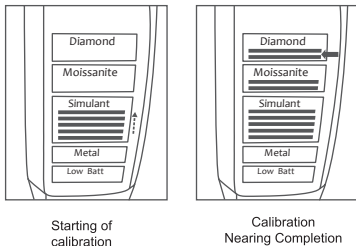

Fig. 1.14
7. Durante la calibrazione, le spie luminose “Simulant” (Falso), Moissanite e “Diamond” (Diamante) si illumineranno gradualmente, accompagnate da beep ritmici, con le luci LED “Diamond” (Diamante) che indicano la fase finale della calibrazione, come mostrato nella **Fig. 1.14**.